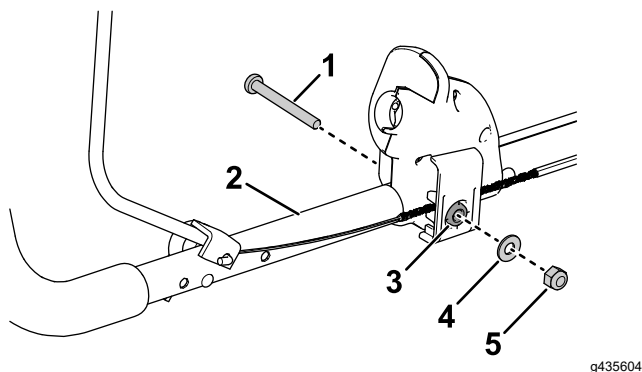

Figura 1
- Remova o cabo de controlo de presença do operador da pega (**Figura 1**).
8. Utilize os dispositivos de montagem que removeu no passo 2, prenda o cabo de controlo de presença do operador mais comprido na pega superior (Figura 1).